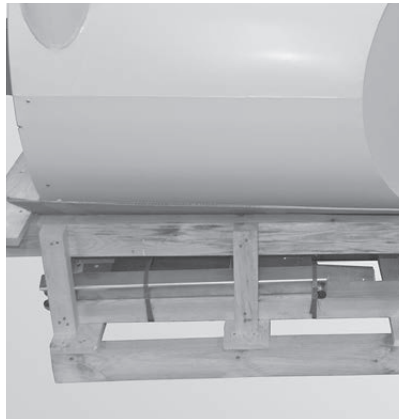

Fig. 174 Stützfüße und alle weiteren Teile aus der Palette entnehmen
- ▶ Stützfüße am Vorratsbehälter montieren; Stützfüße, Querverbinder, Aufstellhilfe Abdeckung unten aus der Palette entfernen – Fig. 174.